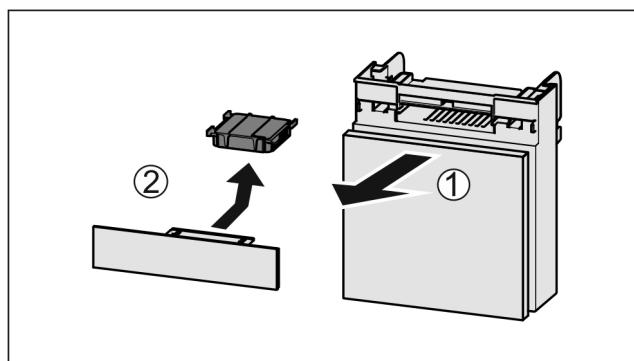

Fig. 82
- Predal izvlecite Fig. 82 (1) naprej.
- Odstranite Fig. 82 (2) aktivni ogleni filter.